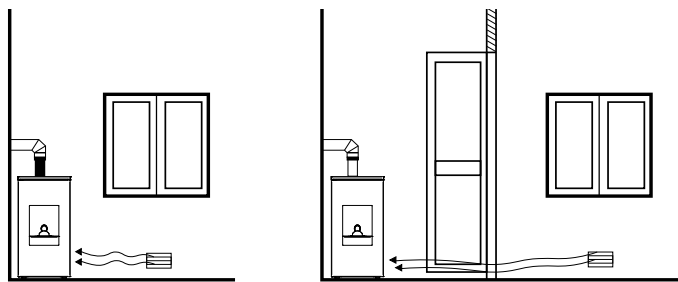

FIG. 1a - DIRECTAMENTE DESDE EL EXTERIOR FIG. 1b- INDIRECTAMENTE DESDE EL LOCAL ADYACENTE
**Es obligatorio prever una toma de aire externa adecuada que permita la entrada del aire comburente necesario para el correcto funcionamiento del producto.** El flujo de aire entre el exterior y el local de la instalación puede producirse directamente mediante una apertura en una pared externa del local (solución preferible, consulte la fig. 1a); o indirectamente mediante la recogida de aire de locales adyacentes dotados de toma de aire, que comunican de forma permanente con el de la instalación (consulte la fig. 1b).